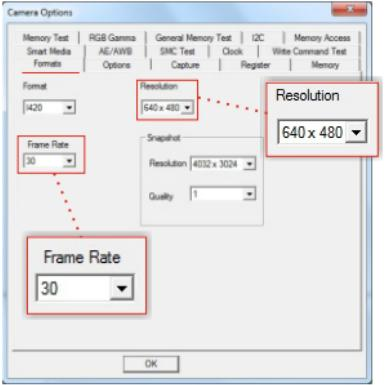

Рис.3
- В пункте “**Options**”, закладке “**Formats**” (**рис.3**) рекомендуется выбрать следующие настройки записи на жесткий диск: **Resolution** (Разрешение) “640x480” и **Frame rate** (Частота кадров) “30” (**рис.3**).